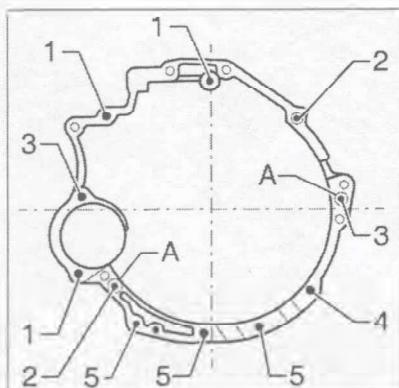
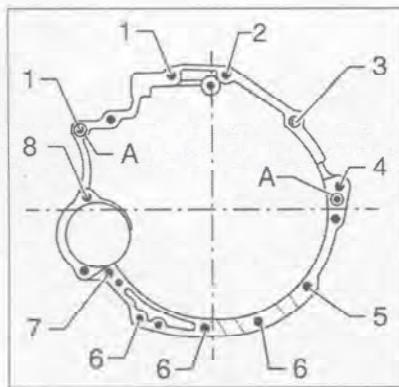

Рис. 7.47. Последовательность затяжки болтов крепления коробки передач (автомобили с 4-цилиндровыми двигателями).
Рис. 7.48. Последовательность затяжки болтов крепления коробки передач (автомобили с 6-цилиндровыми двигателями).
блоке цилиндров установочных втулок (A) (рис. 7.47 и рис. 7.48).